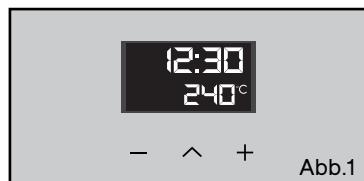

Abb.1
- Den gewünschten Garmodus wählen und Temperatur anpassen (Abb.1).